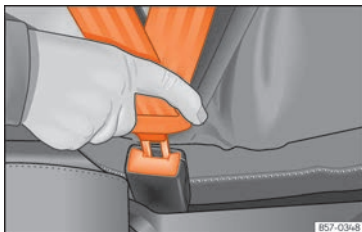

Abb. 24 Schlosszunge des Sicherheitsgurts in das Gurtschloss einstecken.
- Schlosszunge fest in das zum Sitzplatz gehörende Gurtschloss stecken »» [Abb. 24].